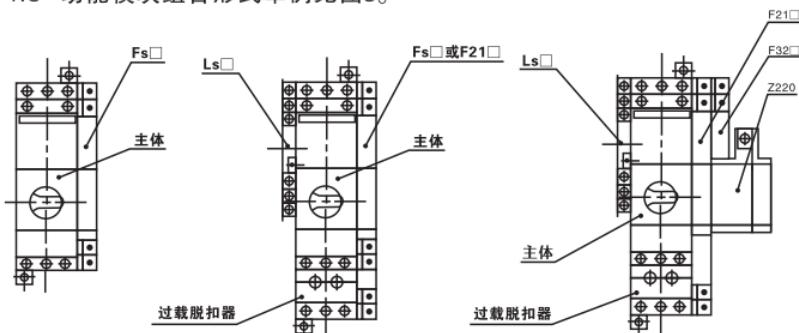

图3 功能模块组合方案图
4.8 功能模块组合形式举例见图3。
5.1 KB0主要由主体、过载脱扣器以及辅助触头等功能模块组成,结构位置如图3所示；